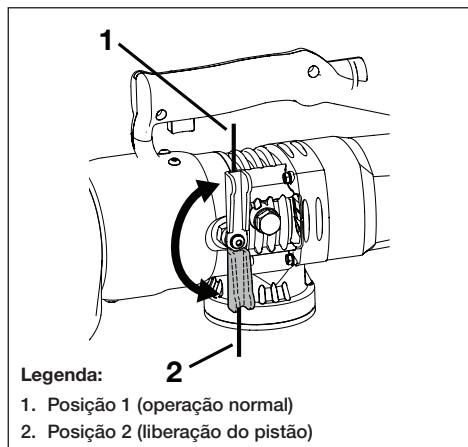

Figura 8, alavanca de liberação do pistão
Antes de usar o cortador, verifique que a alavanca de liberação do pistão esteja totalmente movida em sentido horário para a posição 1. Veja a Figura 8. Isto permitirá que o pistão e a lâmina móvel avancem quando o acionador liga-desliga for pressionado.
4. Certifique que a alavanca de liberação do pistão foi totalmente girada em sentido horário para a posição 1. Veja a Figura 8.
10. Após a conclusão do corte, solte o gatilho e então mova a alavanca de liberação do pistão em sentido anti-horário para a posição 2. Veja a Figura 8.